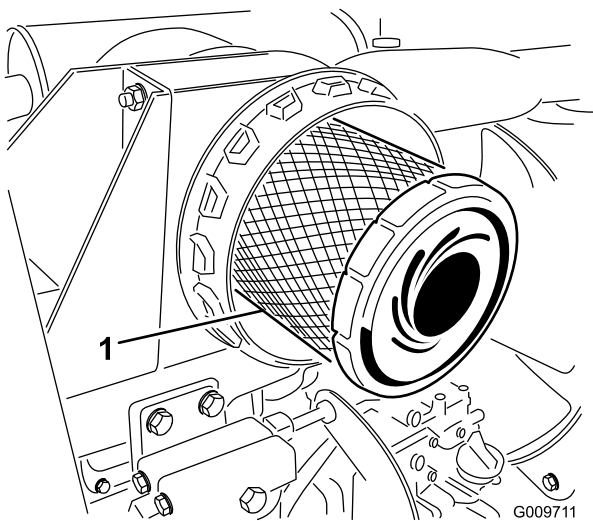

Figura 51
4. Retire y cambie el filtro primario (Figura 51).